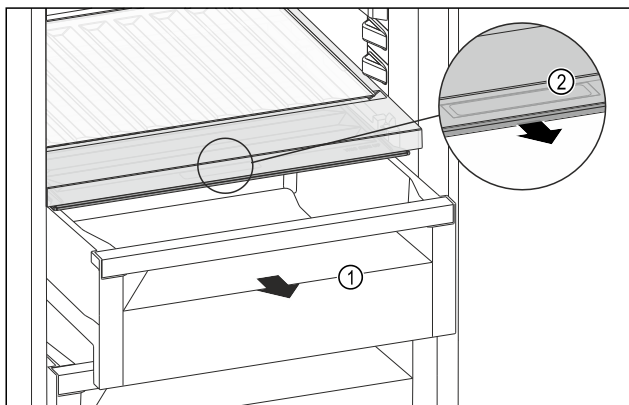

Fig. 197
- Извлеките выдвижной ящик Fig. 197 (1).
- Возьмитесь за утопленную ручку Fig. 197 (2) на крышке отделения и одновременно потяните крышку отделения вперед.